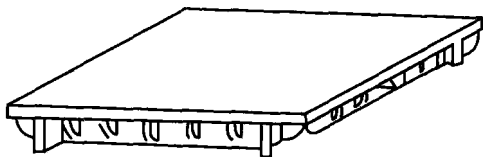

图 1-6 平板
(1) 平板的分类 如图 1-6 所示，平板分为刮研平板和研磨平板。这两种平板的结构相同，只是表面最后加工方法不一样，其用途也不一样。